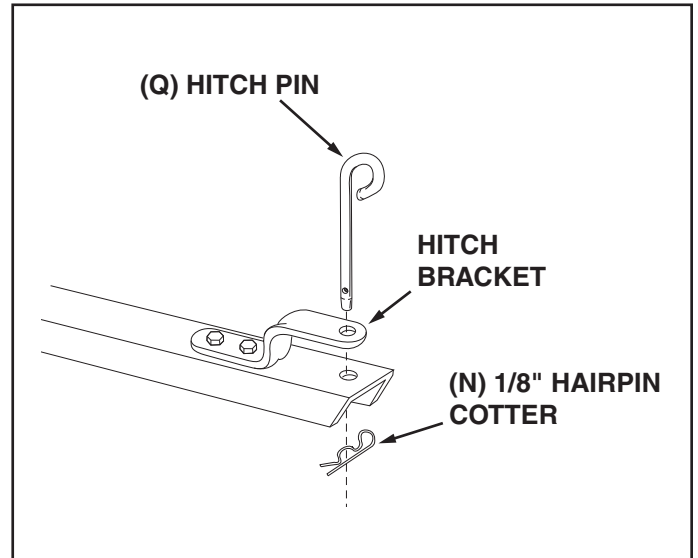

FIGURE 11
18. Assemble the hitch pin (Q) through the tongue and hitch bracket and secure it with the 1/8" hairpin cotter (N). See figure 11.
18. Montez la goupille d'attelage (R) dans la barre d'attelage et le support d'attelage et fixez-la en place avec la goupille d'attelage (N). Voir la figure 11.